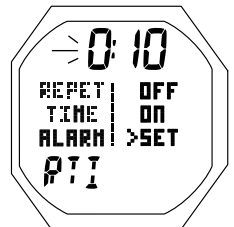

Fig. 135 - RÉGLAGE DE L'ALARME RÉPÉTITIVE D'INTERVALLE DE TEMPS
**RÉGLAGE DE L'ALARME RÉPÉTITIVE D'INTERVALLE DE TEMPS (RTI),** : paramètres affichés (Fig. 135)